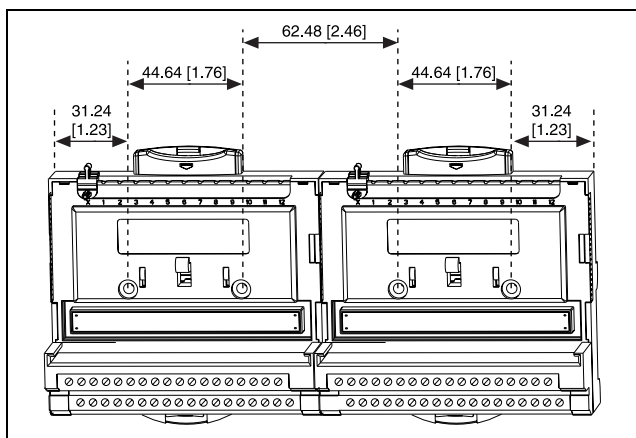

図 4. ネジ穴の取り付け位置
1. パネルのどの位置にドリルでネジ穴を開けるかについては、図4を参照してください。寸法は、ミリメートル(インチ)で表示されています。